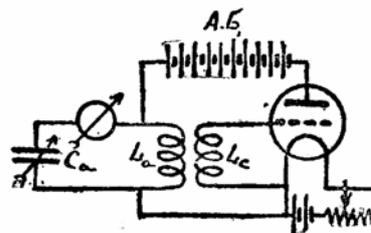

Рис. 62.
Один из способов, как приспособить усилительную лампочку для возбуждения незатухающих колебаний, изображен на рис. 62. В анодную цепь лампы нужно включить колебательный контур (LC); самоиндукция этого контура L связывается индуктивно с катушкой L_c , приключаемой к сетке, и отрицательному зажиму катода (это так называемая возвратная связь). Катушки L и L_c должны быть намотаны в противоположные стороны. Если их витки намо-